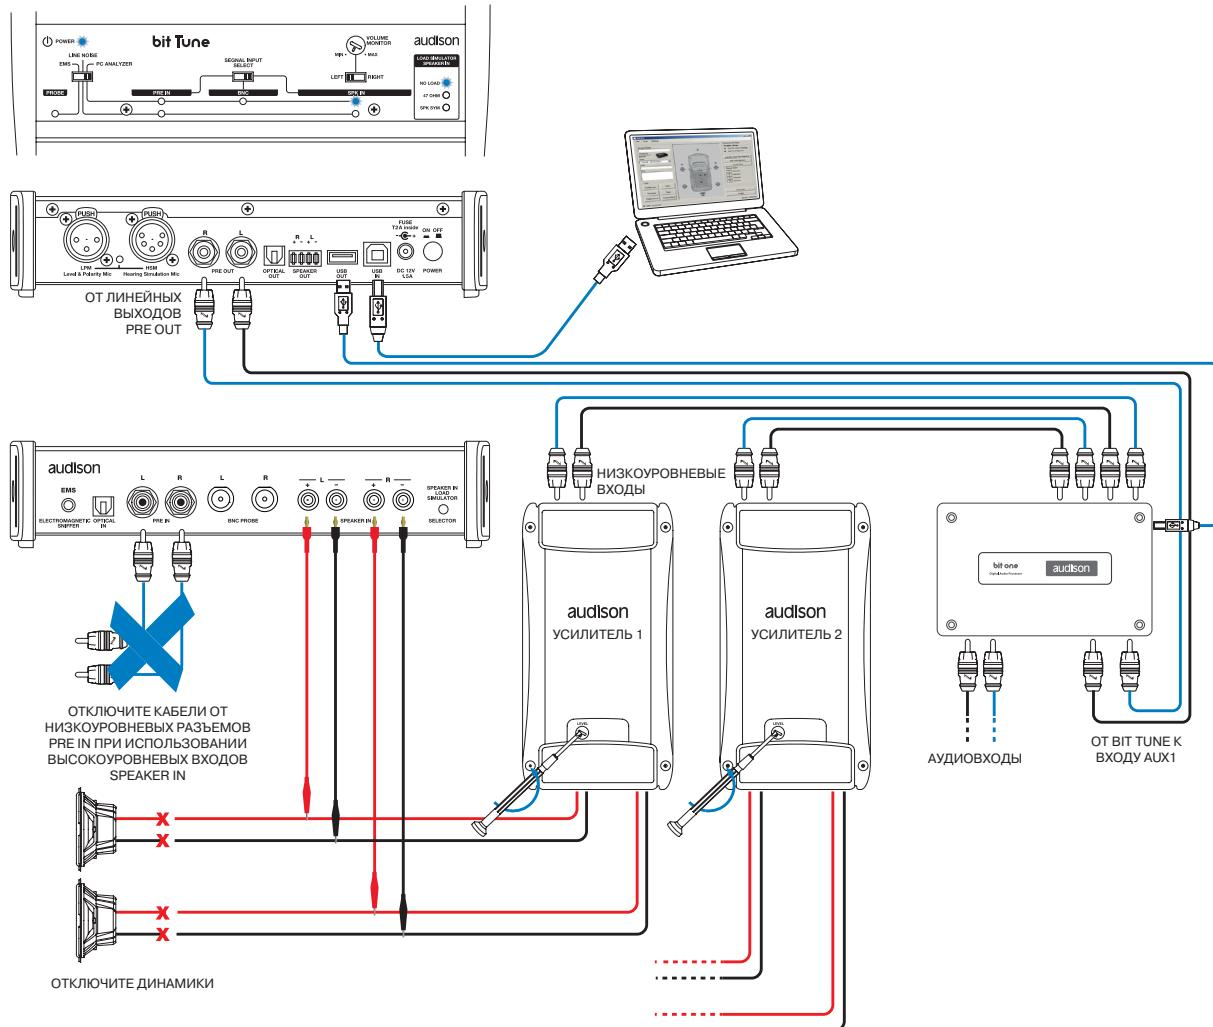

Рис. 1. Схема подключения в аудиосистеме с процессором bit One
- Подключите bit Tune к аудиопроцессору bit One (рис. 1) или bit Ten (D) (рис. 2).